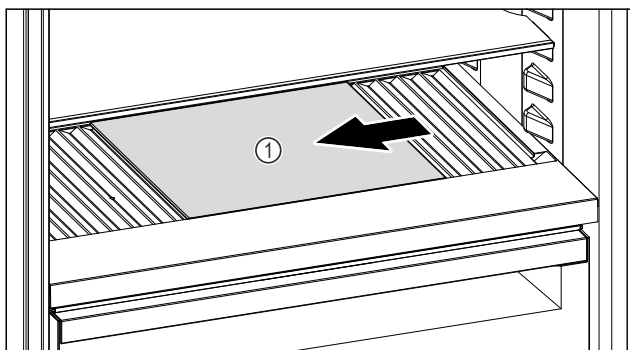

Fig. 164
- Spostare il ripiano di vetro Fig. 164 (1) verso sinistra, al centro o verso destra.